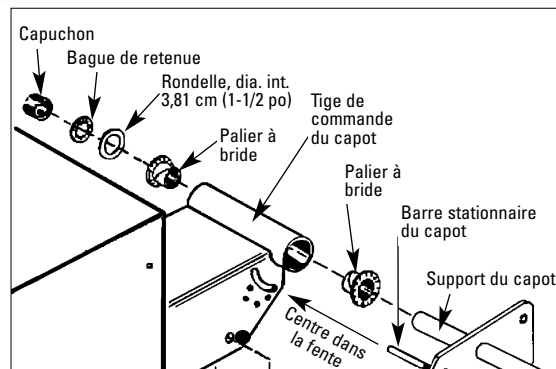

Figure 2 – Installation de l'assemblage du capot
8. Glissez le palier à bride dans la barre stationnaire du capot : bride vers came (Figure 2).
11. Glissez le deuxième palier à bride en place, puis la rondelle, la bague de retenu et le capuchon (Figure 2).